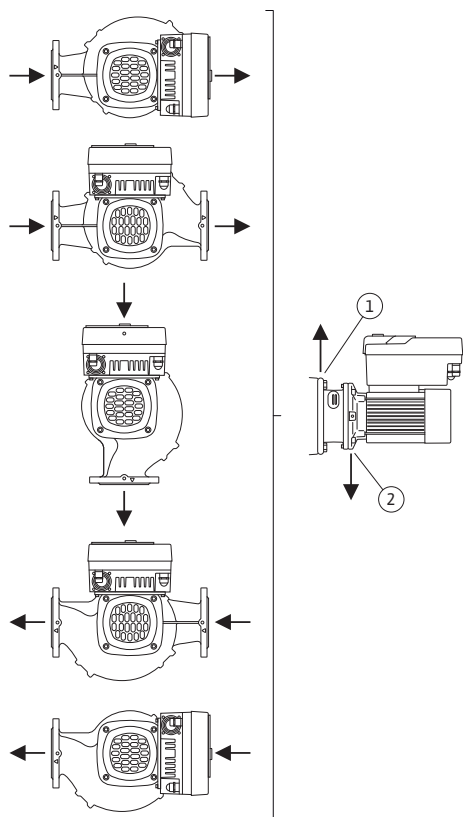

Fig. 17: Dopušteni položaji ugradnje s vodoravnim vratilom
- Kod vodoravnog vratila motora potreban je donji položaj rupe kondenzata (Fig. 17, poz. 2). Ako je potrebno, motor se mora okrenuti.